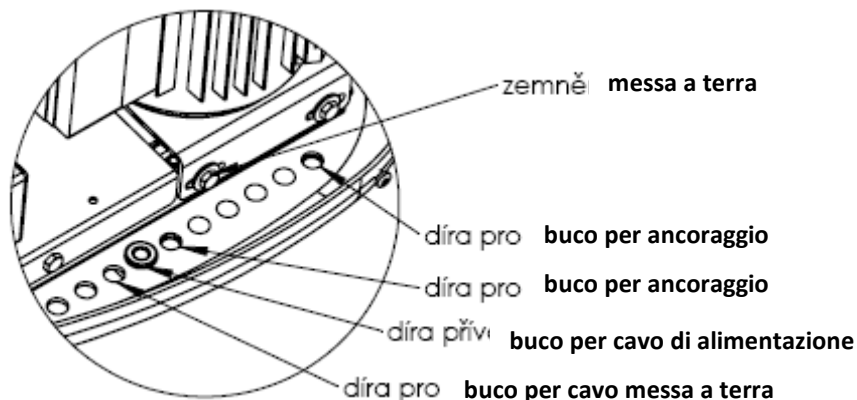

fig. 3
- L'ancoraggio viene effettuato per mezzo di bulloni M8-160 (fig. 3) e con l'aiuto di tassello chimici (malta e resina bicomponente per fissare parti meccaniche con sottostrati minerali). La profondità delle viti è di 138 mm. Per il blocco applicare rondelle larghe 8,2 e dado autobloccante M8. I bulloni ed altro materiale non fanno parte della fornitura.
- L'ancoraggio viene effettuato per mezzo di bulloni M8-160 (fig. 3) con l'aiuto di tasselli chimici. La profondità delle viti è di 138 mm. Per il blocco applicare rondelle larghe 8,2 e dado autobloccante M8. I bulloni ed altro materiale non fanno parte della fornitura.
- Il cavo di alimentazione  $3 \times 1,5 \text{ mm}^2$  attraversa il passacavo del coperchio inferiore, si veda la fig. 3. Il cavo deve essere protetto contro lo strappo accidentale mediante un fusibile installato. Il cavo deve essere condotto fino all'impianto di nuoto controcorrente nei cavicondotti di sicurezza.